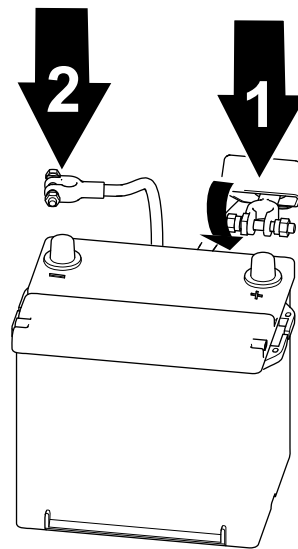

Bild 61
1. Schließen Sie das Pluskabel des Akkus an und ziehen Sie die Mutter der Akkuklemme an (Bild 61).
2. Schließen Sie das Minuskabel des Akkus an und ziehen Sie die Mutter der Akkuklemme an (Bild 61).